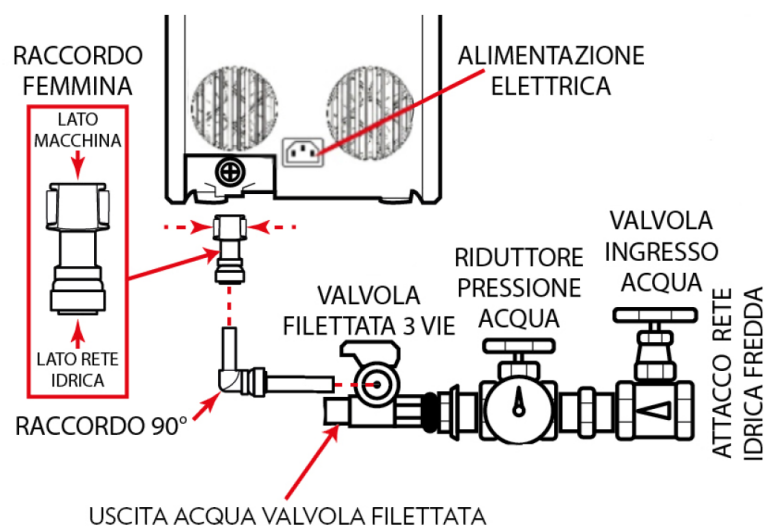

Fig. 1-12
- 16.2** – Predisporre il collegamento alla rete idrica in base allo schema indicato nel disegno, vedi Fig. 1-12.
- 16.12** – Il raccordo di allacciamento idrico dell'apparecchio è situato alla base del lato posteriore, nell'apposito vano allacciamenti, vedi Fig. 1-12.